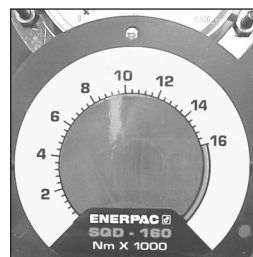

Рисунок 11
3. Установите новую накладку (проверьте соответствие наклейки используемому гидравлическому гайковёрту Enerpac) на фланец, совместив ее с углублениями на тыльной стороне фланца (см. рис. 11).